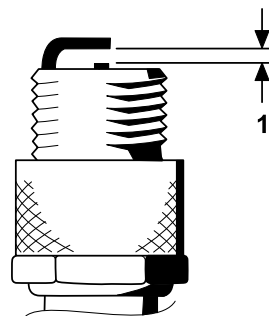

Figura 35
4. Ajuste la distancia entre los electrodos central y lateral a 0,76 mm, tal y como se muestra en la Figura 35).